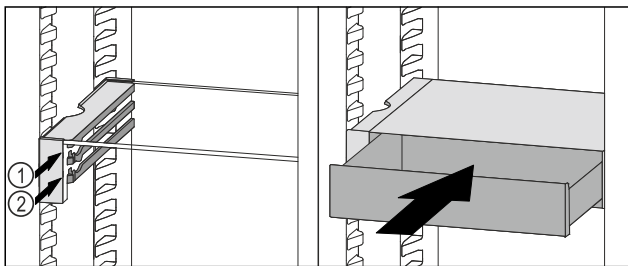

Fig. 108
- ▶ VarioSafe-Schubfach hinter den Stopperrn auf gewünschter Rippe Fig. 108 (1) oder Fig. 108 (2) aufsetzen.